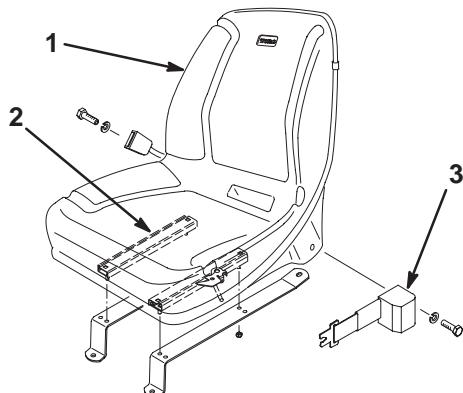

Bild 4
1. Sitzbefestigung (2) 2. Distanzstück (2)
- Sichern Sie die Sitzbefestigungen mit vier Bundmuttern (Standardsitz) oder vier Schrauben, Scheiben und Bundmuttern (Deluxe-Sitz) an den Sitzeinstellungen (Bild 4) ab. Die Befestigungsteile werden mit den Sitzbausätzen versandt.
- Montieren Sie den Sitzgurt mit zwei Schrauben und Sicherungsscheiben (Standardsitz) oder zwei Schrauben und Sicherungsmuttern (Deluxe-Sitz) an den Löchern an beiden Seiten des Sitzes (Bild 4). Die Befestigungsteile werden mit den Sitzbausätzen versandt.